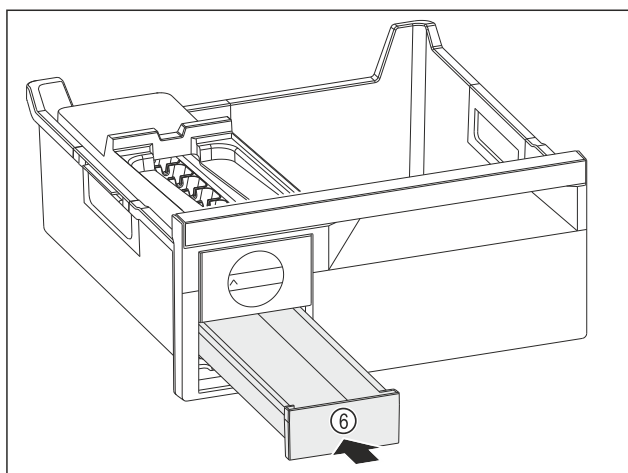

Fig. 91
- Zásuvku na kostky ledu Fig. 91 (6) zasuňte.